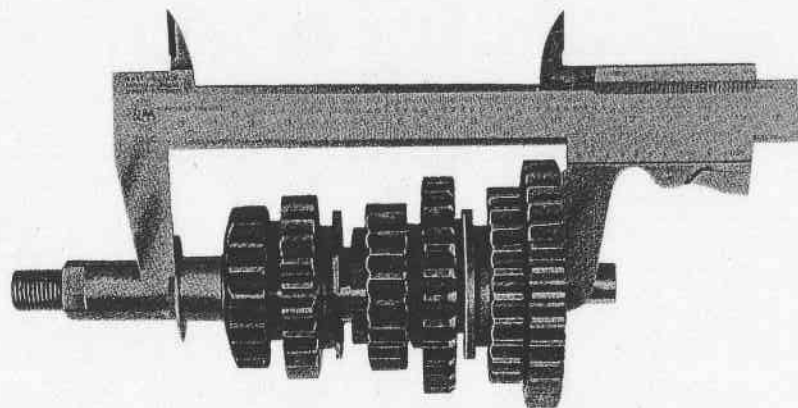

Fig. 26 - Arbre secondaire
- Contrôler les pignons ne doivent être ni marqués, ni usés anormalement, sinon les changer. Est nécessaire changer les circlips de positionnement des pignons. Au remontage de l'arbre secondaire, vérifier la position des rondelles de calage à l'extrémité. Le jeu axiale doit être de 0,1 à 0,2 m/m. Respecter cette cote $106,25 \pm 106,35$ m/m (Fig. 26).